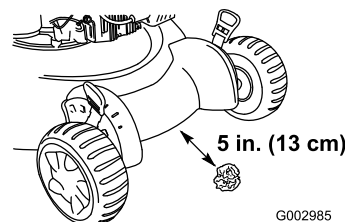

Figura 28
4. Coloque la bola de papel de periódico a unos 13 cm (5 pulg.) por delante del cortacésped (Figura 28).